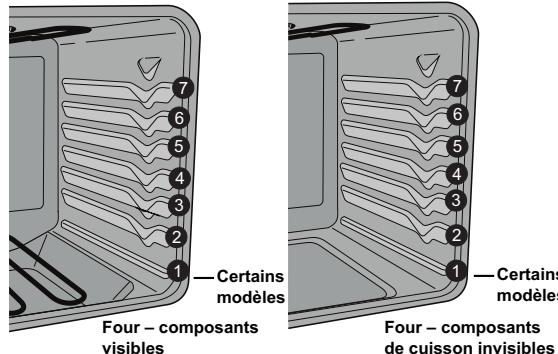

Figure 8 : Emplacement des grilles pour les fours à éléments de cuisson visibles ou dissimulés.
- Pour de meilleurs résultats lors de la cuisson des gâteaux ou des biscuits sur deux grilles, voir à les placer en position 3 et 5 (voir **Figure 8**).